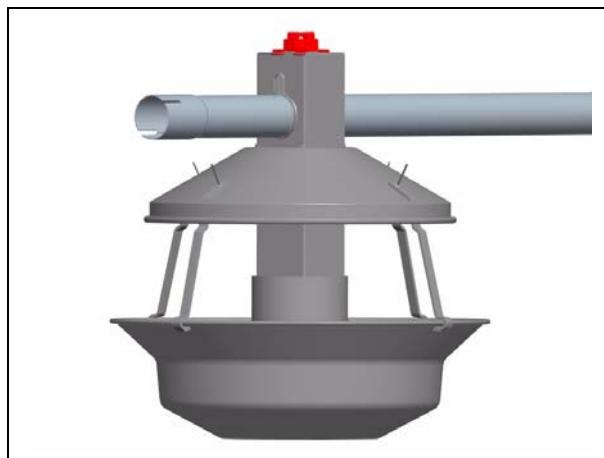

Рисунок 4Z
1. Переместите лоток для кормления индеек в сборе на трубу шнека, как показано на Рисунок 4Z. Установите трубу отвода так, чтобы стенки находились внутри отверстий на ребрах трубы для кормления индеек. Поверните трубу шнека, чтобы отверстие было обращено вниз в трубу отвода. Расположите все шарнирные опоры одинаковым образом и повторите данный шаг для каждого отверстия на трубе шнека.